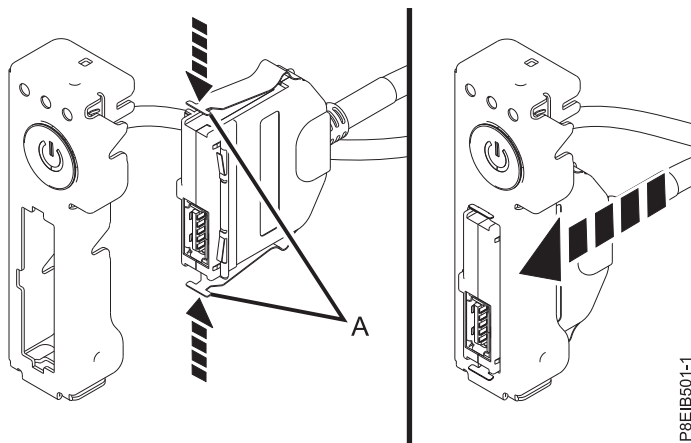

Figura 70. Conexión del cable USB frontal y conector al interruptor de alimentación
3. Mientras presiona los mecanismos de cierre (A), conecte el cable USB frontal y conector al interruptor de alimentación. Consulte la Figura 70.